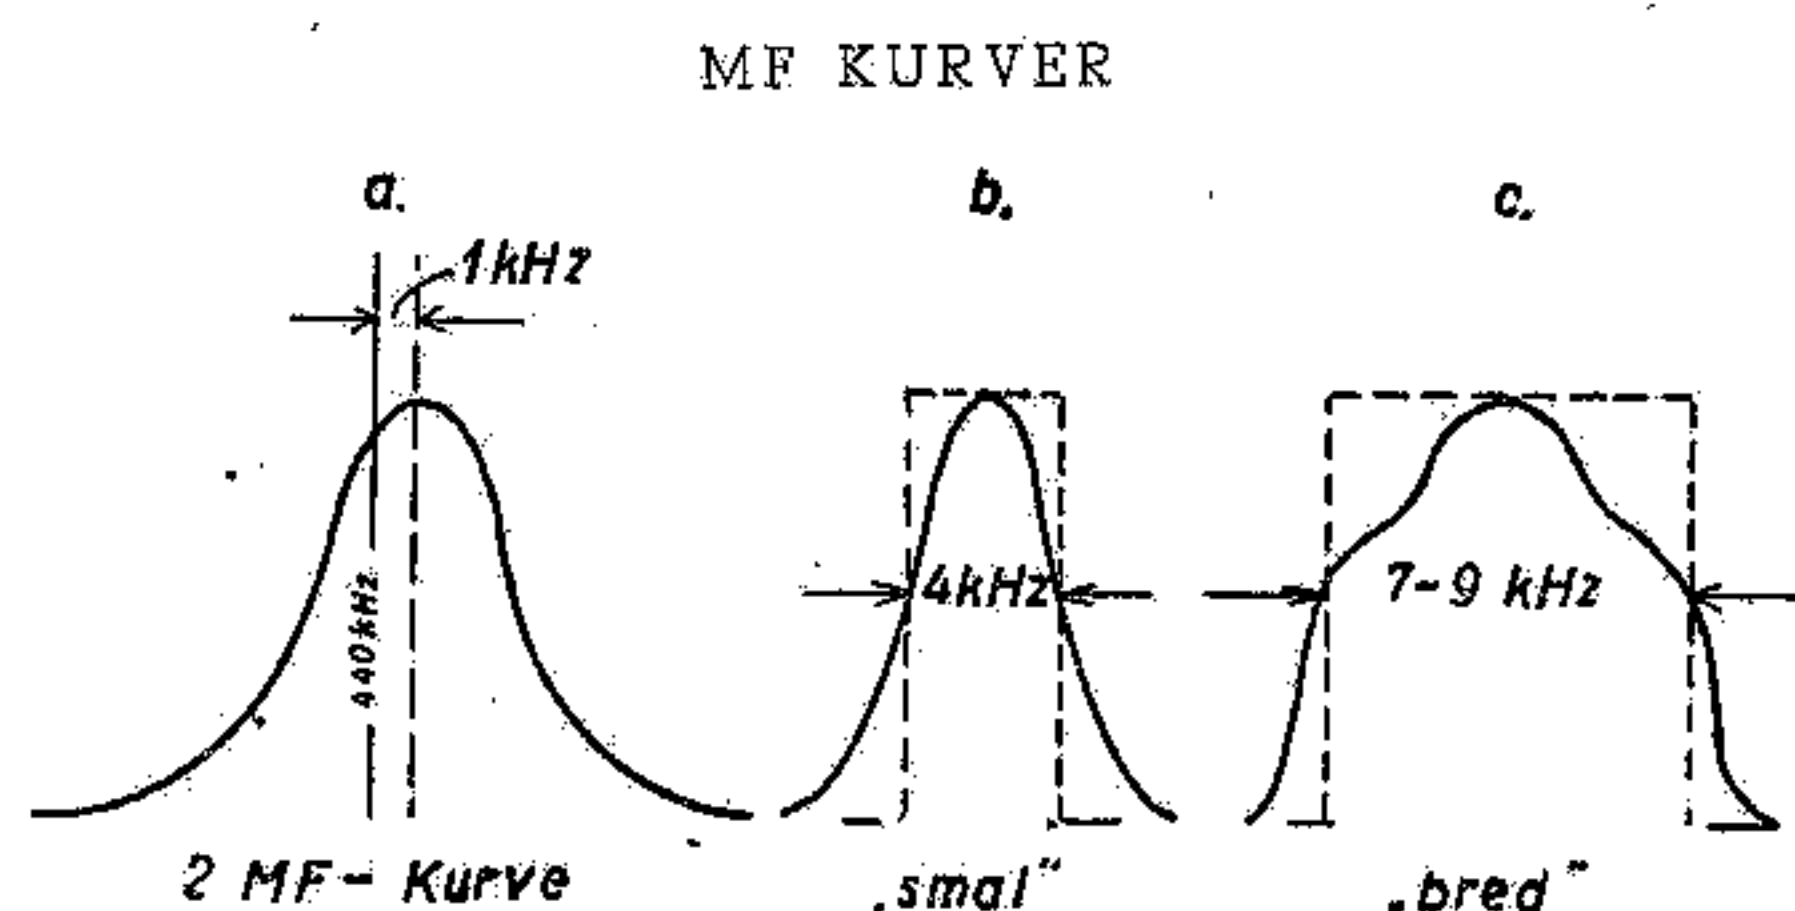

Fig. 4
- Derefter forbindes Oscillator til Gitter af CCH2 og 1' MF trimmes op til Maksimum og symmetrisk Kurveform (smal Baandbredde). For at opnaa en gunstig Kurveform ved saavel stor som lille Regulerspænding, tilføres Regulerspændingen fra et Gitterbatteri forskellige neg. Spændinger paa f. Eks. $\div 3$ V. og $\div 9$ V. Ved disse to Spændinger dannes et Kompromis af Kurveformerne i »smal« og »bred« Baandbredde, idet man i de to Yderstillinger skal have de i Fig. 4 henholdsvis b. og c. viste Kurveformer. Samtidig med at man drejer skiftevis mellem »smal« og »bred« paa Baandbreddereguleringen justeres paa MF-Kernerne til de mest gunstige Kurveformer er opnaaet (ved forsk. Regulerspændinger).
Ved Trimning af MF søges altsaa saa vidt muligt at opnaa de i Fig. 4 viste Kurveformer for »smal« og »bred« Baandbredde og at bevare Kurvehøjden konstant og maksimal.
Alle Spoler er med Jernkerner og justeres med B & O's specielle Trolitultrimmere (se under Master 38, Fig. 4).